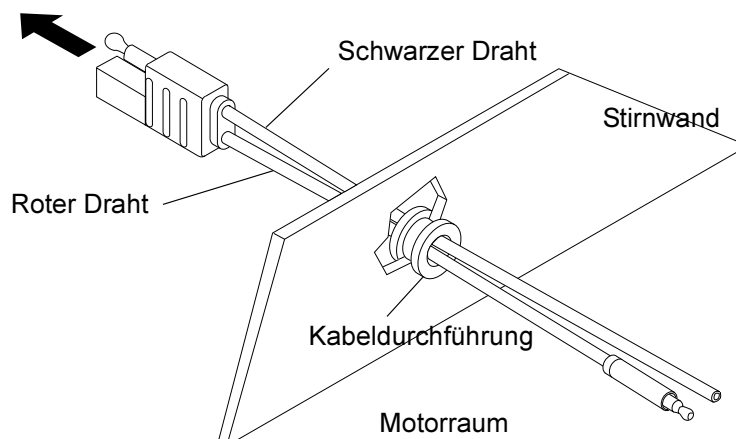

Abbildung 1 Netzkabel in den Motorraum legen
3. Führen Sie von der Fahrgastzelle aus den roten und den schwarzen Draht (ohne dass die Kabelschuhe daran befestigt sind) durch das Loch in den Motorraum. (Vgl. Abb. 1)